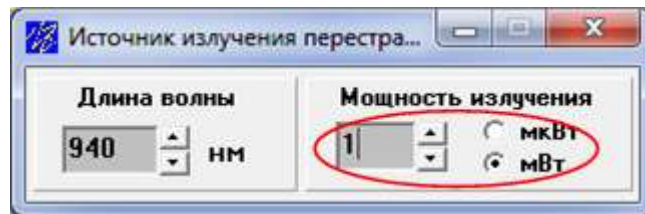

Рис. 7.11. Установка параметров перестраиваемого ИИ
3. В свойствах перестраиваемого источника установите выходную мощность излучения равной 1 мВт (рис. 7.11).
3. В свойствах перестраиваемого источника установите выходную мощность излучения равной 0 мВт (рис. 7.11).
3. В свойствах перестраиваемого источника установите выходную мощность излучения равной 0 мВт (рис. 7.11). Выберите длину волны 850 , 1310 или 1550 нм, используя результаты исследования п. 2.1. Она должна лежать в области наибольшей спектральной чувствительности исследуемого ФД.